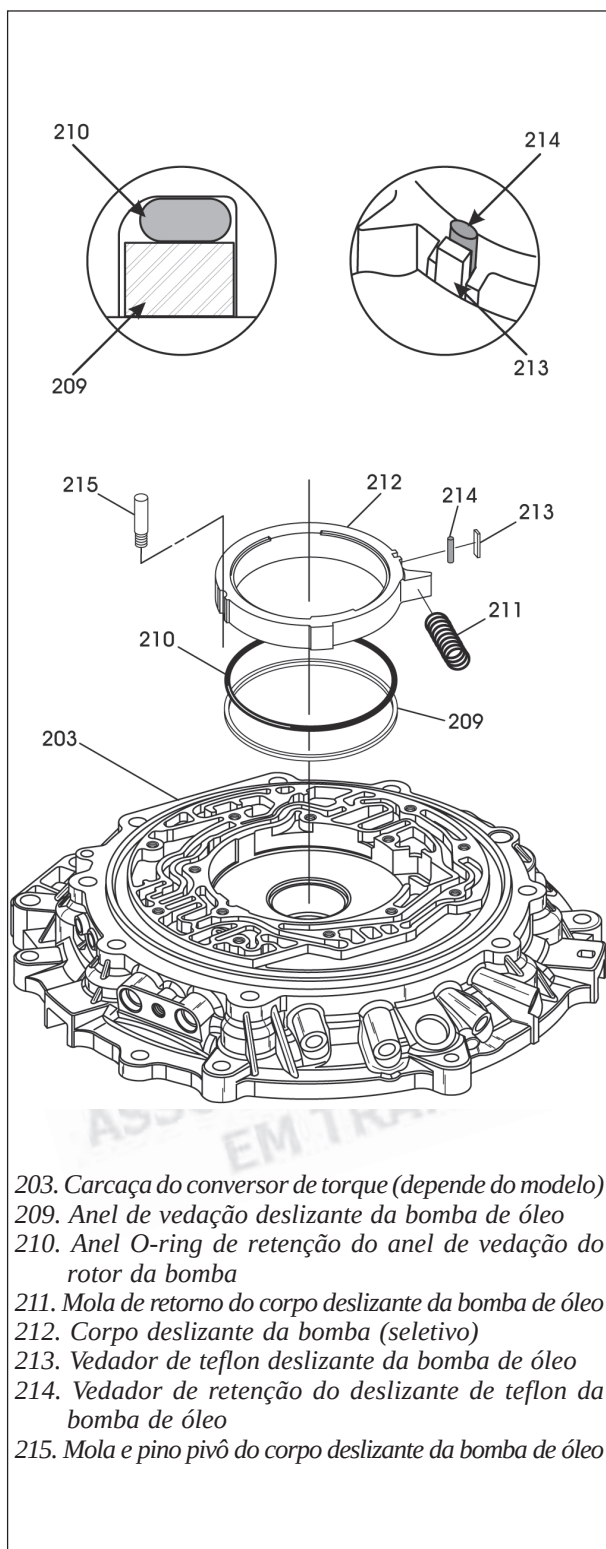

Figura 69
28. Instale o pino pivô e sua mola, conforme mostra a figura 69.
29. Instale o anel O-ring de retenção (210) e o anel de vedação de teflon (209) na ranhura do corpo deslizante da bomba, conforme mostra a figura 69, e fixe-os com uma pequena quantidade de vaselina neutra.
30. Instale o corpo deslizante da bomba em seu alojamento na bomba, conforme mostra a mesma figura 69, com seu anel de vedação (209) voltado para baixo.
31. Instale o vedador de teflon (tijolinho) (213) puxando o corpo deslizante em direção ao pino pivô da bomba e deslizando o vedador entre o vedador de retenção (214) e a carcaça do conversor, conforme mostrado na figura 69.
32. Instale a mola do corpo da bomba de óleo, conforme mostra a figura 69, utilizando uma chave de fenda ou ferramenta de instalação.